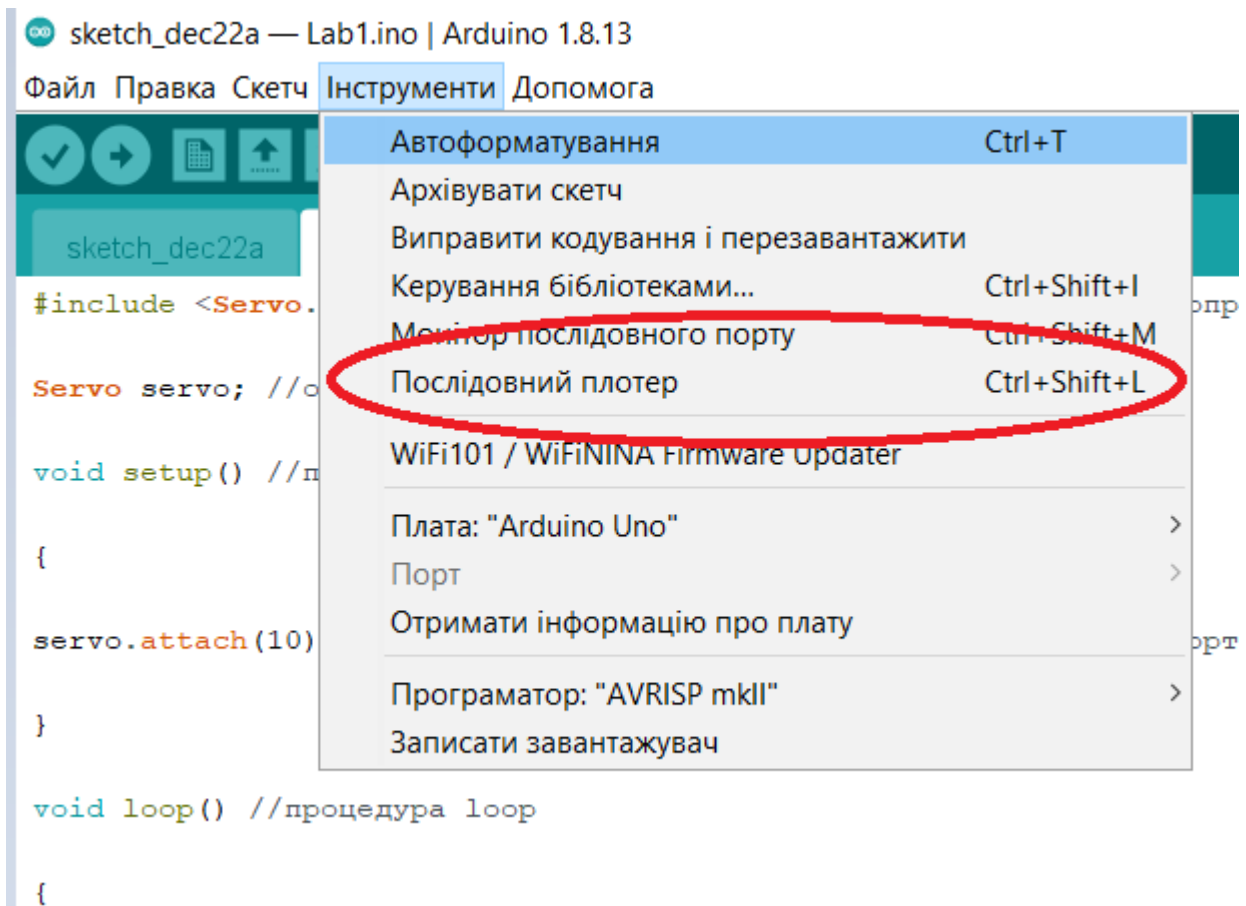

Рис.3.21 – Реєстрація вихідного сигналу в Arduino IDE за допомогою послідовного плотеру.
7. За допомогою функції реєстрації сигналу керування «Послідовний плотер» (рис.3.21) сформувати графіки сигналів керування сервоприводом.